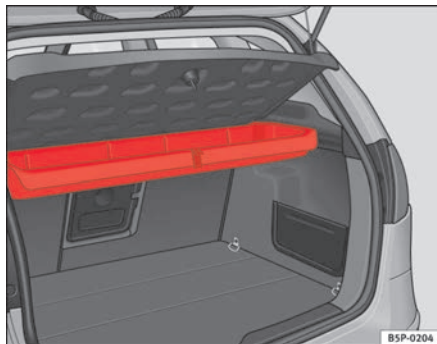
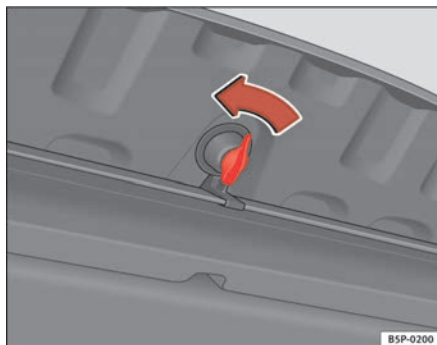

Fig. 122 Alojamiento para el triángulo de preseñalización bajo la bandeja posterior
Fig. 123 Apertura de la caja portaobjetos
El triángulo de preseñalización* se encuentra debajo de la bandeja posterior en una caja portaobjetos. ⇒ fig. 122. Para abrir esta caja portaobjetos, gire el pestillo 90°. ⇒ fig. 123
- Abra la caja portaobjetos girando el pestillo 90°. ⇒ página 153, fig. 123